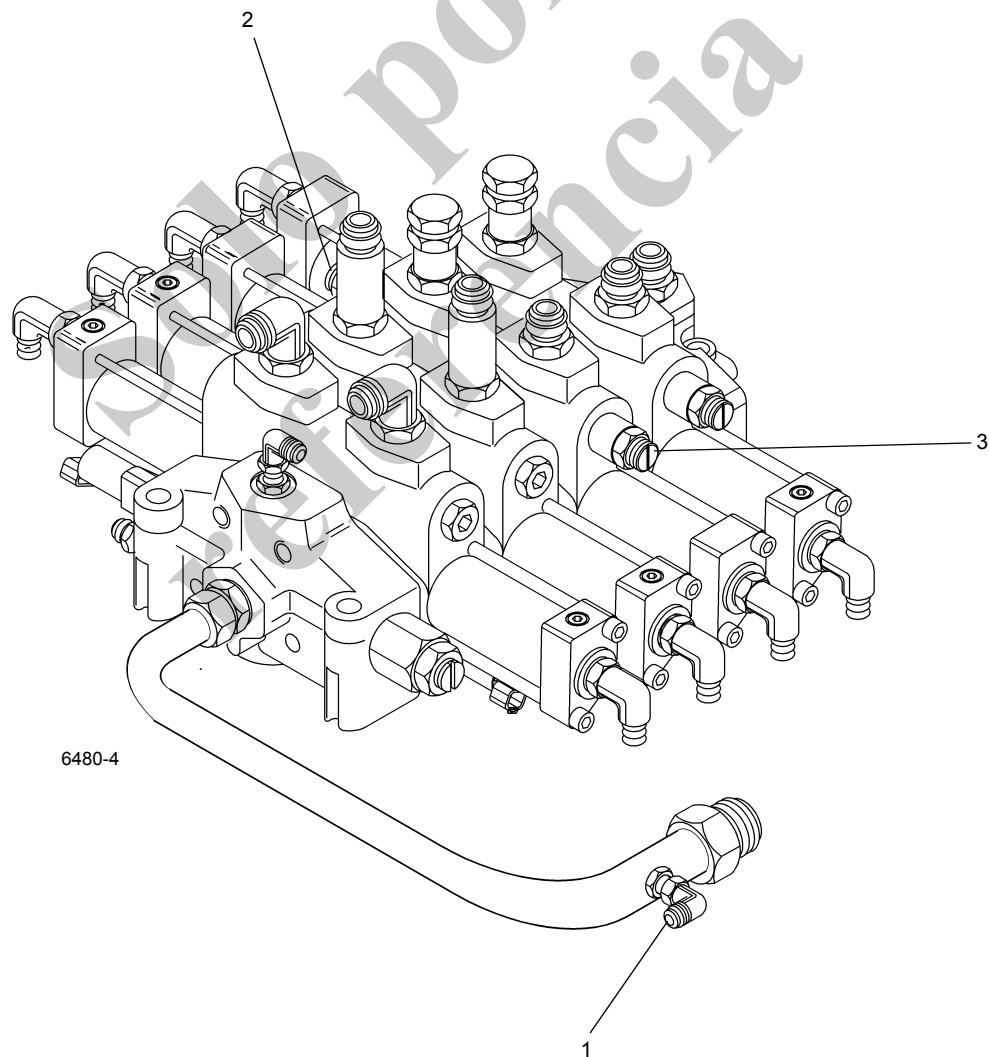

FIGURA 2-11
carrera. Enrosque la válvula de alivio de la lumbrera de trabajo para aumentar la presión o desenrosquela para reducirla hasta que el manómetro indique 2800 psi ± 50 (vea la Figura 2-11).
11. Arranque el motor y acélelo a la aceleración máxima. Intente retraer la sección telescópica moviendo la palanca de control lentamente hasta el final de su carrera. Enrosque la válvula de alivio de la lumbrera de trabajo para aumentar la presión o desenrosquela para reducirla hasta que el manómetro indique 3200 psi ± 50 (vea la Figura 2-11).
3. Si no se alcanza una indicación de 250 a 400 psi, pare el motor e instale el acoplador de desconexión rápida para diagnóstico y revisión de presión con manómetro en la lumbrera para manómetro de la entrada de la válvula de control de sentido principal (vea la Figura 2-11). Arranque el motor y hágalo funcionar a ralentí. Enrosque el tornillo de ajuste de presión diferencial de la bomba de émbolos para aumentar la presión o desenrósquelo para reducirla hasta que el manómetro indique 350 psi (vea la Figura 2-10). Repita los pasos 1 y 2.